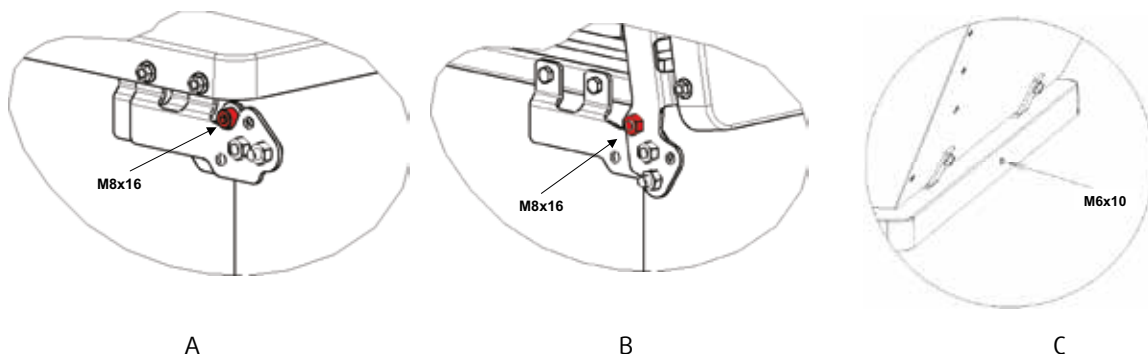

Bild 9: DVEX-Ventilator sichern
- ☞ Ventilator mit Klapprahmen zum Anschließen vorbereiten und sichern (siehe Bild 9 A, B, C):
- ☞ Bei Verwendung von Klapprahmen, DVEX-Ventilator wie in Bild 9 sichern.